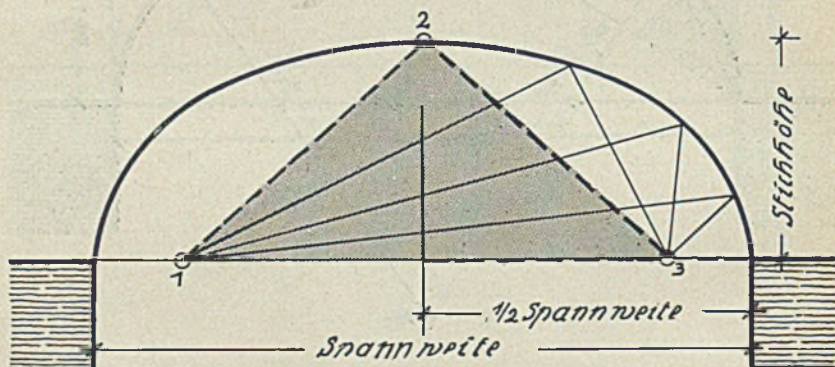
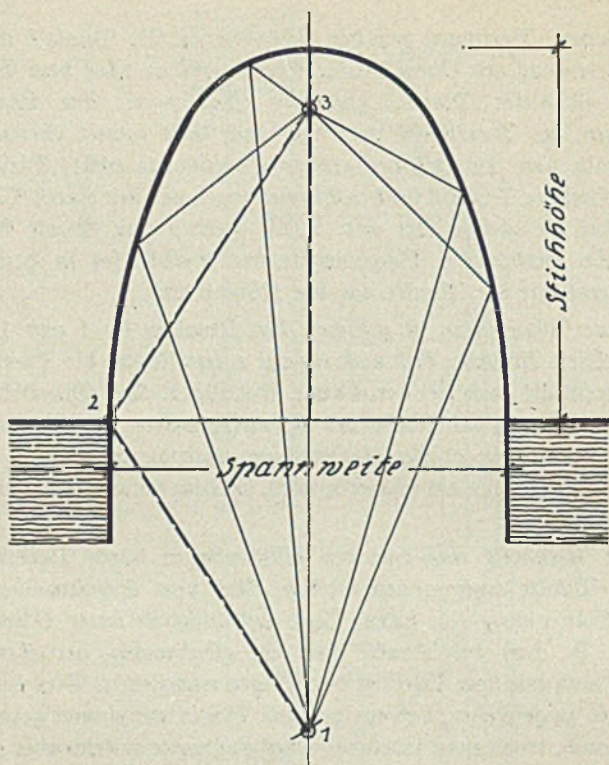

Abb. 14. Konstruktion eines Ellipsenbogens mit Hilfe der Schnur.
Abb. 16. Konstruktion eines stehenden Ellipsenbogens mit Hilfe der Schnur.
Auch von dieser Bogenart sollen zwei Konstruktionsmöglichkeiten gezeigt werden. Zuerst die einfachste und schönste. Voraussetzung ist wieder, daß Spannweite und Stichhöhe gegeben sind. Diese tragen wir uns auf. Dann messen wir uns die halbe Spannweite ab. Mit dieser Länge, die in der Abbildung auf der Kämpferlinie verstärkt punktiert ist, tragen wir vom Scheitelpunkt nach beiden Seiten zur Kämpferlinie hin Punkte auf. In der Praxis sieht das so aus, daß wir im Scheitelpunkt einen Nagel einschlagen (2) und von diesem Nagel aus die halbe Spannweite zur Kämpferlinie hin abschreiben (1 und 3). Dann wird auch in diese Punkte ein Nagel geschlagen und um diese drei Nägel eine Schnur gespannt. Durch die Schnur entsteht also ein Dreieck, wie es in der Abbildung 14 dunkel angelegt ist. Wird nun
Sind für Dachöffnungen, Oberlichte, Treppenhausfenster usw. volle Ellipsen gefordert, so wird die Schnur auf die andere Seite der beiden Nägel (1 und 3) gelegt und so dann die volle Ellipse gezogen. Wie schon die Abbildung 14 deutlich zu erkennen gibt, entsteht auf diese Art und Weise ein schön ansteigender Bogen. Auf dem Papier oder Reißbrett läßt sich diese Form viel schlechter herstellen, als in der Praxis auf dem Schnürboden, wo jeder diese Konstruktion versuchen mußte.
In der Abbildung 16 ist nun die Konstruktion einer stehenden Ellipse mit Hilfe der Schnur, wie wir sie in Abbildung 14 kennengelernt haben, dargestellt. Nur sind hier die Arbeitsgänge genau umgekehrt. Die Stichhöhe wird von einem Kämpferpunkt aus nach oben und unten auf die Mittellinie abgetragen. So erhalten wir die Befestigungspunkte 1 und 3 für die Schnur, die über den Kämpferpunkt 2 zu legen ist. Von Punkt 2 lösen wir die Schnur und fahren dann von ihm aus mit dem Bleistift oder der Kreide nach oben über Punkt 3 hinaus nach unten zum zweiten Kämpferpunkt und erhalten so die gleichmäßig ansteigende Linie einer stehenden Ellipse.